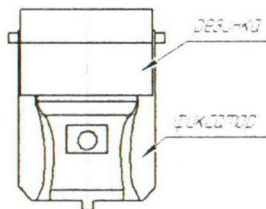

Рис.2
-В случае, если на стекле автомобиля отсутствуют кронштейны, следует снять с заменяемых стеклоподъемников фиксатор и резинку(рис.2) и соединить их с пластинами переходными №2 таким же образом, как на заменяемых стеклоподъемниках. Собранные переходные пластины №2 соединить с переходной пластиной №1, направляющей стеклоподъемника и дополнительной направляющей (рис3).